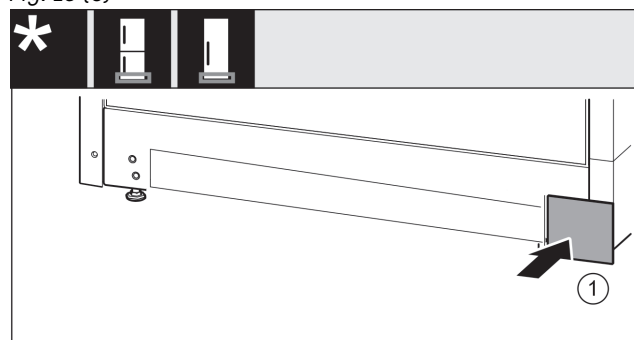

Fig. 17
- Vuelva a colocar la cubierta en el otro lado. Fig. 17 (1)